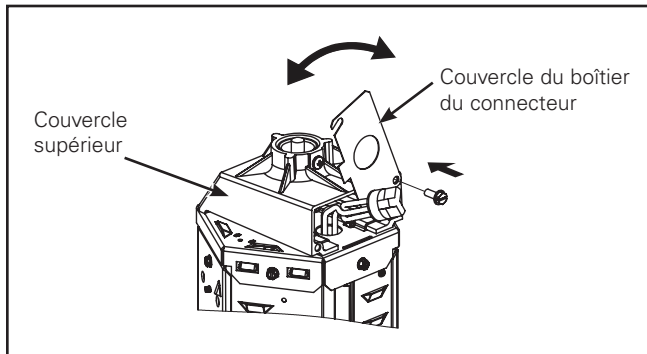

Figure 4.
2. Faites pivoter le couvercle sur le boîtier du connecteur au moyen de la vis (Figure 4).